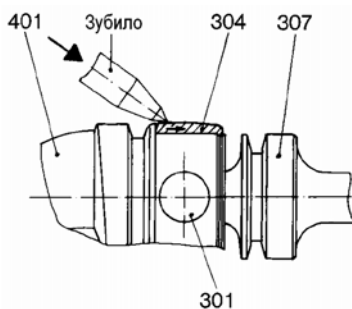

Рисунок 3: Демонтаж удерживающей втулки.
- С помощью отвертки поднимите закрывающую втулку (308) и извлеките ее в осевом направлении к соединительной тяге (307).
- Сместите удерживающую втулку (304) по буртику соединительной тяги (307). При этом постарайтесь не погнуть соединительную тягу (307) (пожалуйста, обратитесь к рис. 3 ниже).